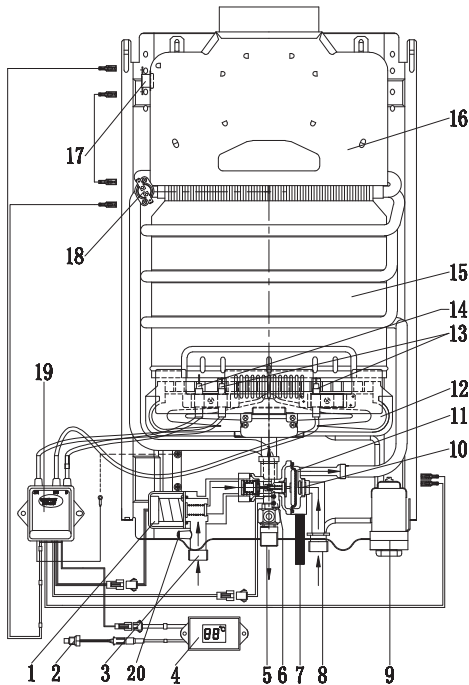

Рис. 7. Fiery 6/10
- открутите сливную заглушку (7 на схеме устройства, рис. 7), для того, чтобы из водонагревателя вылилась вся вода;